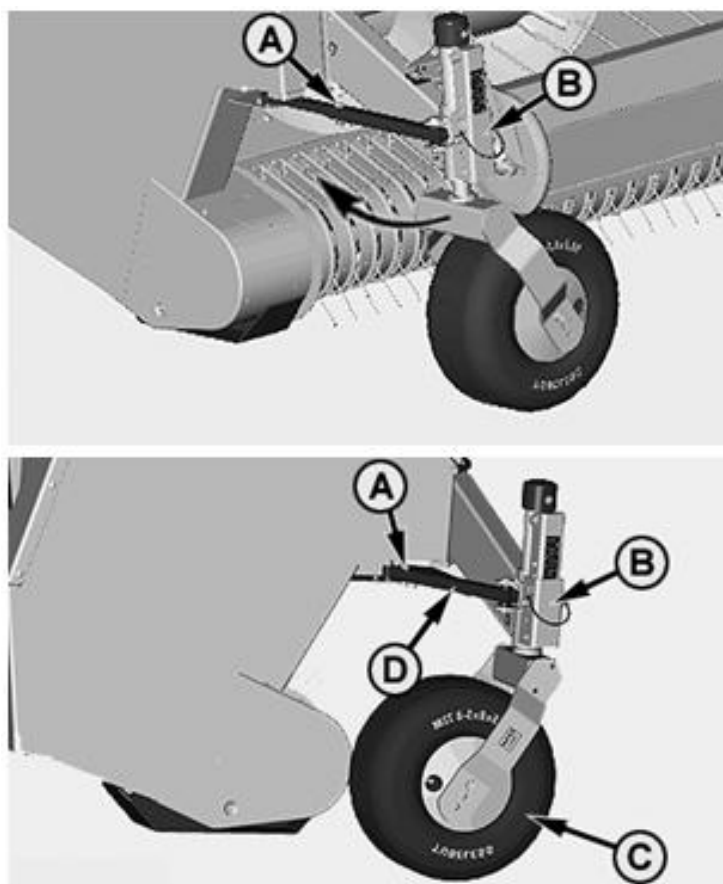

Рисунок 3 – Перевод копирующих колес в рабочее положение
Снимите фиксаторы (A) (рис. 3) с обеих сторон.